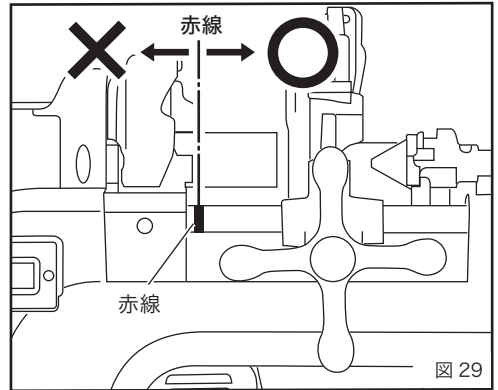

図 29
- ・受けパイプの赤線が往復台でかくれた位置からねじ切りを開始すると、ねじが切れ上がるまでに往復台が主軸台に当たり、事故や破損の原因になります。(図 29)
受けパイプの赤線が往復台でかくれた位置からねじ切りを開始すると、ねじが切れ上がるまでに往復台が主軸台に当たり、事故や破損の原因になります。(P14 図 29)